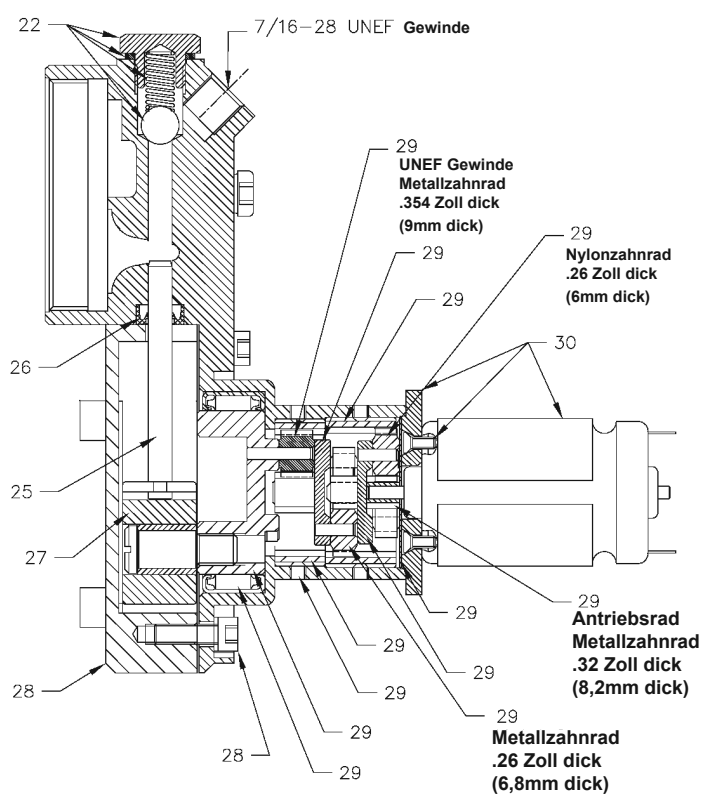

Abbildung 7
1. Die Mitnehmerstange am Griff des Pressenbehälters nach hinten ziehen und dabei diesen so drehen, dass die Mitnehmerstange mit dem Folgekolben gekuppelt wird. Das Entlüftungsventil 23 (Abb. 7) nach unten drücken und gleichzeitig über den Griff gegen den Folgekolben im Pressenbehälter drücken.